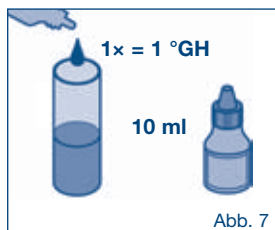

Abb. 7
1. Die Gesamthärte kann beim Wasserversorger erfragt werden oder mittels Schnelltest (Tröpfchentest, Abb. 7) bestimmt werden. Auf Basis der Gesamthärte und dem Anwendungsfall kann die Bypasseinstellung gewählt und die typische Filterkapazität aus Tabelle 1-3 in Kapitel 10 entnommen werden.